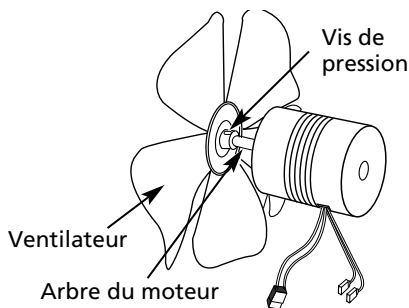

Figure 6 – Arbre moteur du ventilateur et emplacement de la vis de pression
6. Enlever la vis de pression du ventilateur en utilisant une clé Allen de 1/8 po (voir la Figure 6).